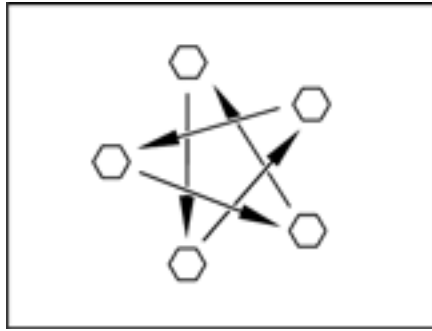

Bild 288 Radmuttern oder Radschrauben über Kreuz anziehen
- Radmuttern oder Radschrauben regelmäßig auf festen Sitz prüfen. Radmuttern oder Radschrauben eines ausgewechselten Rades nach 50 km über Kreuz nachziehen (Bild 288).
- ▷ Radmuttern oder Radschrauben über Kreuz anziehen (Bild 288).